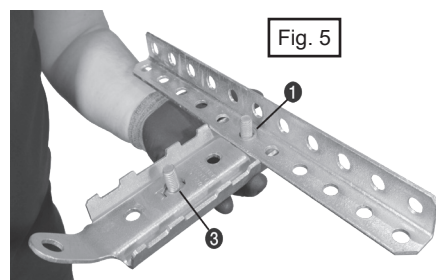
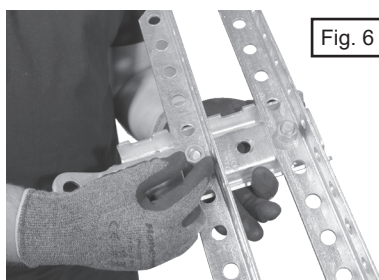

Fig. 5
Fig. 6
- a) Insérer les boulons d'assemblage BH 14X25/25 dans les trous ❶ et ❸ de la semelle double traverse SEM CU FO (Fig. 5), en positionnant les têtes de vis côté poteau, puis dans le trou médian de chaque traverse, et serrer les écrous (Fig. 6).
- a) Insert the BH 14X25/25 assembly bolts into the holes ❶ and ❸ of the universal bracket for twin crossarm SEM CU FO (Fig. 5), by positioning the screw heads on the pole side, then in the central hole of each crossarm, and tighten the nuts (Fig. 6).